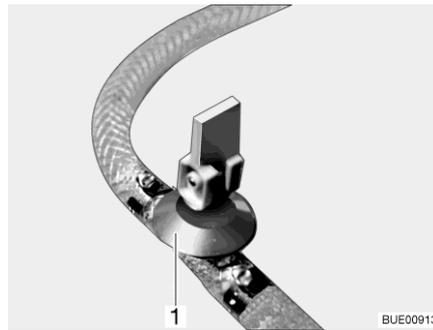

Fig. 171 Robinet de vidange (avec levier à bascule)
- Ouvrir tous les robinets de vidange. Placer pour ce faire le levier à bascule du robinet de vidange (Fig. 171,1) à la verticale.